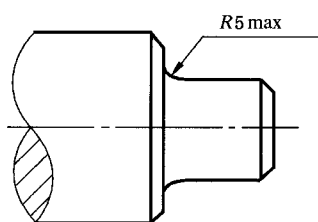
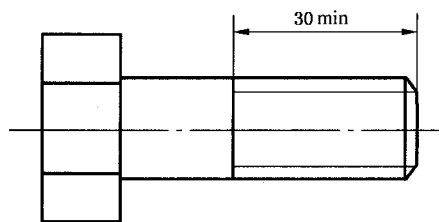

图 10 单向极限尺寸的注法(一)
图 11 单向极限尺寸的注法(二)
4.2.1 当尺寸仅需要限制单个方向的极限时,应在该极限尺寸的右边加注符号“max”或“min”(图 10、图 11)。